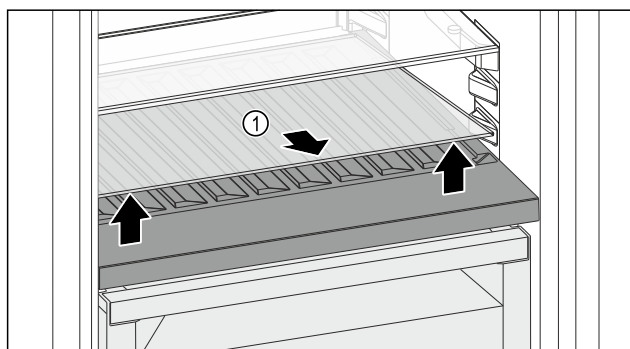

Fig. 176
- Glasplatte Fig. 176 (1) an der Aussparung vorne anheben und herausnehmen.
- Glasplatte Fig. 176 (1) außerhalb des Geräts sicher aufbewahren.
- Glasplatte (2) unter der variablen Flaschenablage einlegen.